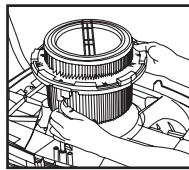

FIGURE 19
26. Retirez le couvercle du réservoir. Retourner le couvercle. Tenir une tige sur le couvercle et faire tourner la brosse pour en déverrouiller la position jusqu'à ce que l'onglet de la brosse soit dégagé de la tige. Répéter l'opération pour la seconde tige et l'onglet de la broche. La brosse est maintenant dégagée des tiges. **FIGURE 19.**